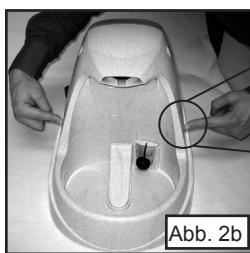

Abb. 2b
- 5) Entfernen Sie das Filtergehäuse, indem Sie vorsichtig auf eine der beiden Seiten des Trinkbrunnens drücken, wo der Bogen auf die Fuge auftrifft. Heben Sie es vorsichtig an. (Abb. 2b-d)